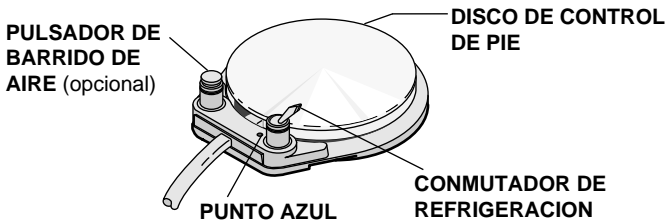

Figura 6. Control de pie
3. Coloque el conmutador de refrigeración del control de pie (véase la figura 6 de la página 9) en la posición OFF (apagado), alejado del punto azul.
3. Mueva el conmutador de refrigeración del control de pie (véase la figura 6 de la página 9) a la posición OFF (apagado), hacia el punto azul.
3. Coloque el conmutador de refrigeración del control de pie (véase la figura 6 de la página 9) en la posición ON (encendido), hacia el punto azul.
El control de pie tiene instalado un conmutador de refrigeración y puede equiparse con un pulsador de barrido de aire opcional (véase la figura 6).